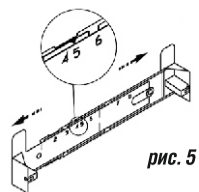

рис. 5
- увеличьте размер кронштейна (если это необходимо) и установите фиксатор напротив цифры 5 (см. рис. 5);